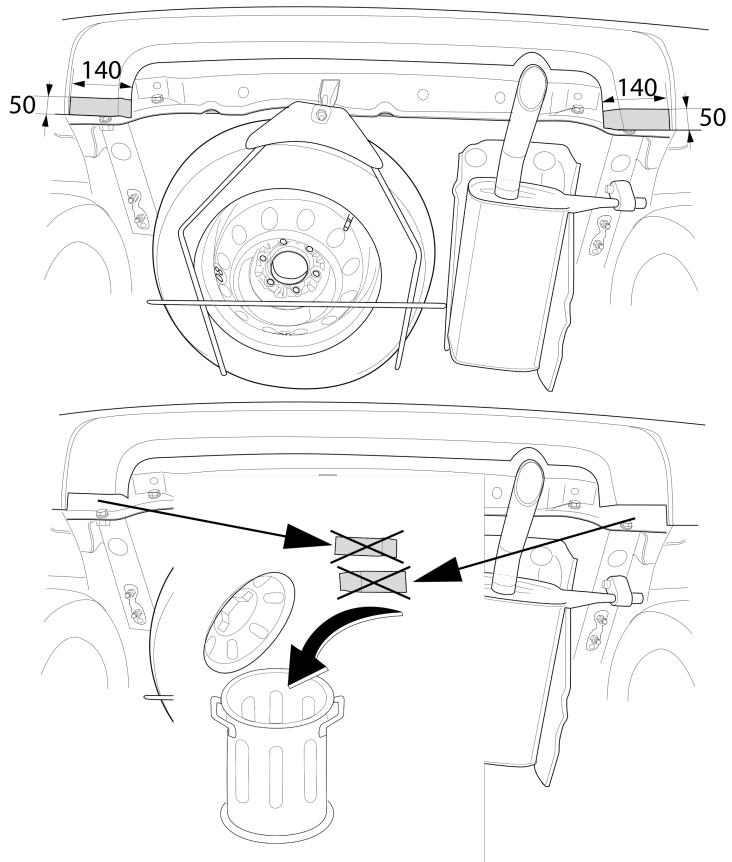

Fig. 2
4. Выпилить обозначенные части, как указано на рис. 2.